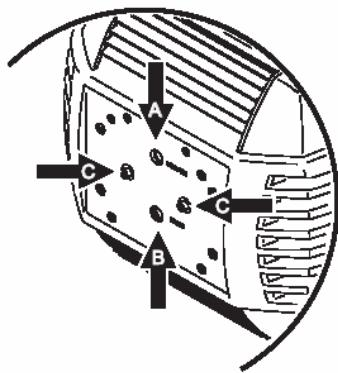

Figure 5: Lamp adjustment screws
2. Отцентруйте горячую точку (самая яркая часть луча) при помощи регулировочных винтов, расположенных на задней пластине. (см. рис.5)